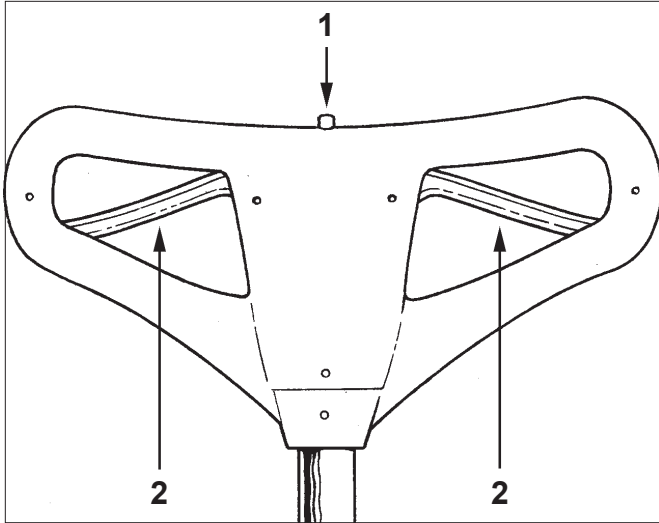

Figure 5
The switch to start and stop the machine is activated by the interlock switch (1) and the levers (2) under the handle grips. See figure 5.
3. Push the interlock switch (1), and apply pressure to the levers (2). See figure 5.
El interruptor de arranque/parada se opera empujando el botón de cierre de seguridad (1) y usando las palancas (2) situadas debajo del mango de mando (Véase fig. 5).
3. Empuje el botón de cierre (1) y presione con las manos sobre las palancas (2). (Véase fig. 5).
L'interrupteur de marche/arrêt est activé par pression sur le bouton de verrouillage de sécurité (1) et par les leviers (2) situés sous la poignée de commande (Voir fig. 5).
3. Pousser sur le bouton de verrouillage (1) et appliquer une pression des mains sur les leviers (2). (Voir fig. 5).